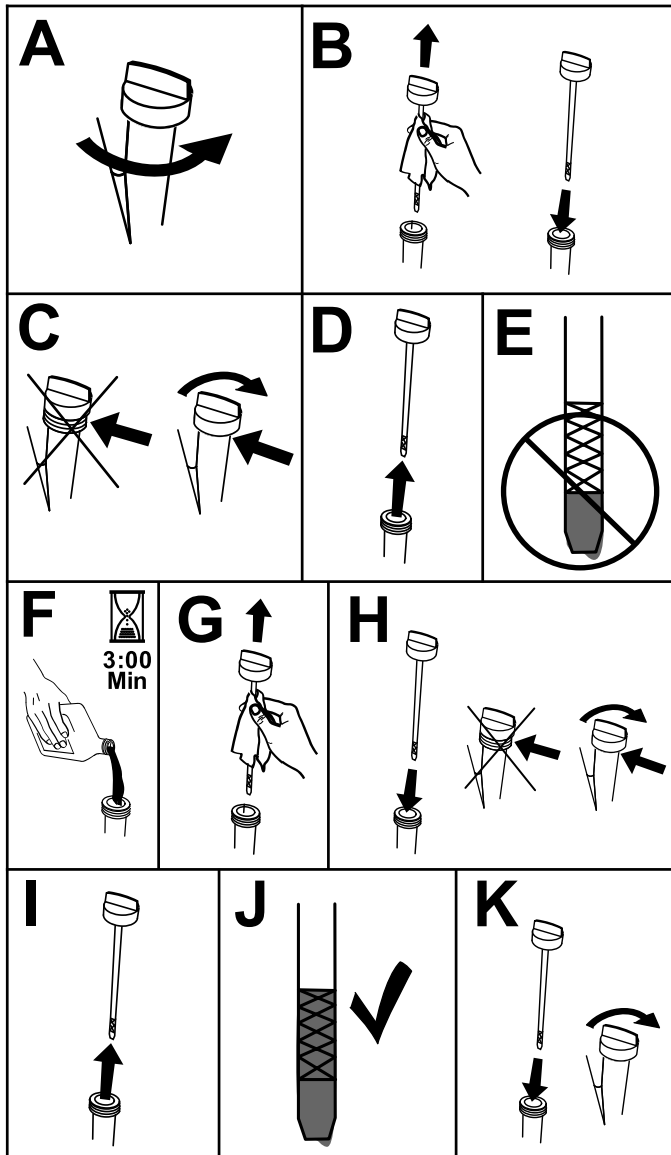

Figura 39
3. Compruebe el nivel de aceite del motor, según se muestra en (Figura 39).